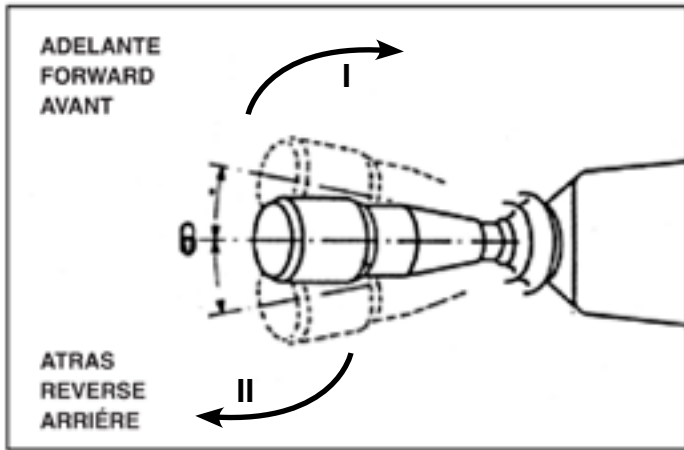

Fig. 5
- 2) Put the inverter lever 15, Fig.1 into the desired gear according to the indications of the Fig. 5
- 2) Placer la commande de l'inverseur 15, Fig.1 dans la position de marche désirée, en suivant les indications du Fig. 5.